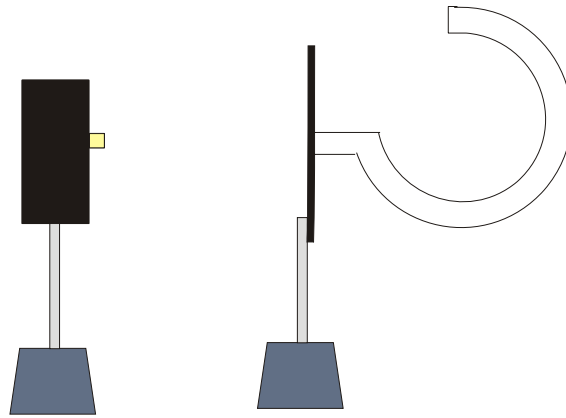

Fig. 1 Montaje experimental con un diodo láser (U16040)
- Se monta el experimento según la Fig. 1.